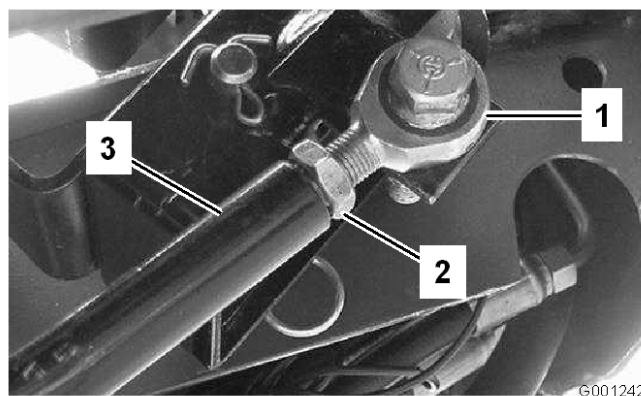

Figura 66
3. Se necessitar de fazer mais ajustes, ajuste a barra de tracção (Figura 66) do seguinte modo: